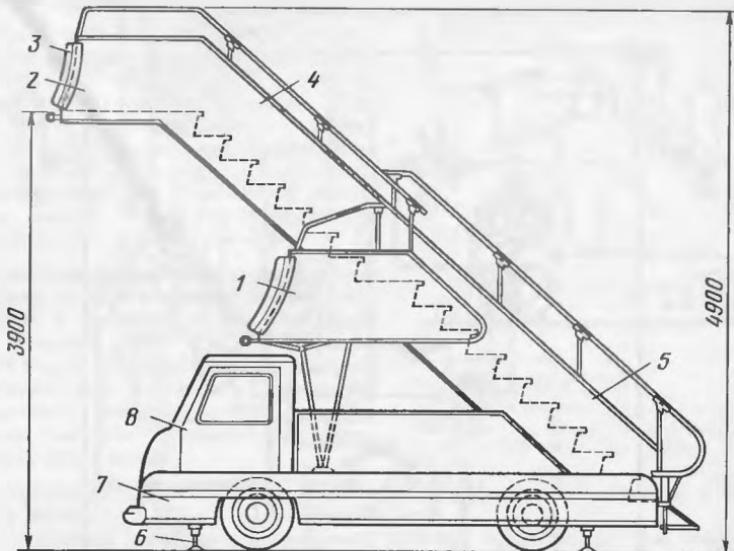

Рис. 93. Трап СПТ-20:
**Назначение.** СПТ-20 (рис. 93) предназначен для обслуживания самолетов в аэропортах, расположенных в северных районах, где эксплуатация трапов с аккумуляторными источниками питания затруднительна. В нем в качестве силового оборудования используется карбюраторный четырехцилиндровый двигатель внутреннего сгорания УАЗ-451Д.